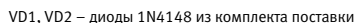

Рисунок 2.
1. Схема внешних соединений прибора приведена на рис. 2.